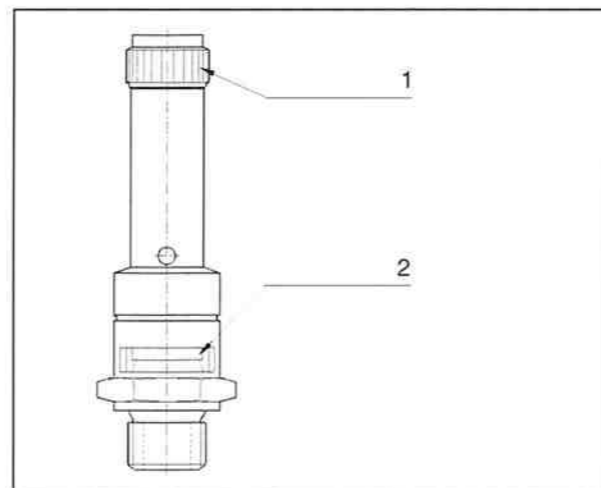

Bild 11
- Bei jeder Inbetriebnahme die Funktion des Sicherheitsventiles - unter Betriebsdruck - (Bild 11) überprüfen. Dies geschieht durch Drehen der Rändelkappe am Sicherheitsventil.
Bei jeder Inbetriebnahme die Funktion des Sicherheitsventiles - unter Betriebsdruck - (Bild 11) überprüfen. Dies geschieht durch Drehen der Rändelkappe am Sicherheitsventil. Das Sicherheitsventil kann durch vorherigen Betrieb heiß sein. Funktionsprüfung nur unter Betriebsdruck durchführen.